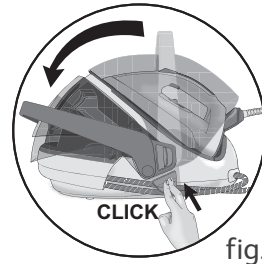

fig. 3
- Système de verrouillage automatique du volet lorsque celui-ci est rabattu sur le fer - fig.2 et ouverture par bouton de déverrouillage - fig.3 .